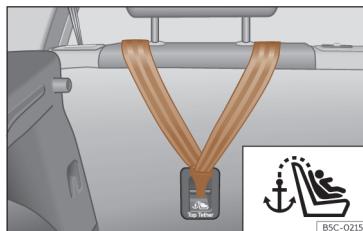

Fig. 38 Parte posterior dos bancos traseiros: fixação para o cinto Top Tether.
- Deslize a correia e fixe-a corretamente na fixação da parte posterior do encosto >>> **Fig. 38.**